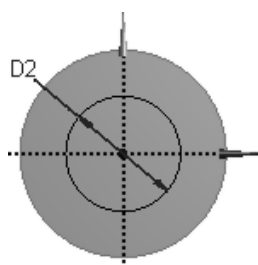

图 3.13.6 草图 2
(1) 绘制图 3.13.6 所示的草图 2。选取 XYPlane，单击“New Sketch”按钮 ，绘制图 3.13.6 所示的截面草图，其中 $D2=50$ 。